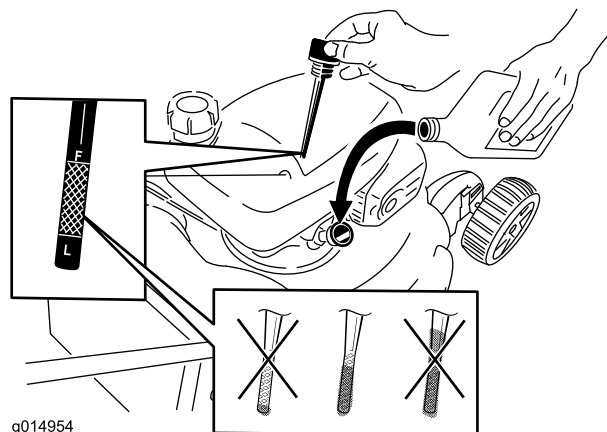

Figure 14
2. Retirez la jauge (Figure 14).
5. Sortez de nouveau la jauge et contrôlez le niveau d'huile ; voir Figure 14.
jusqu'à ce que le niveau d'huile soit correct, comme montré à la Figure 14.